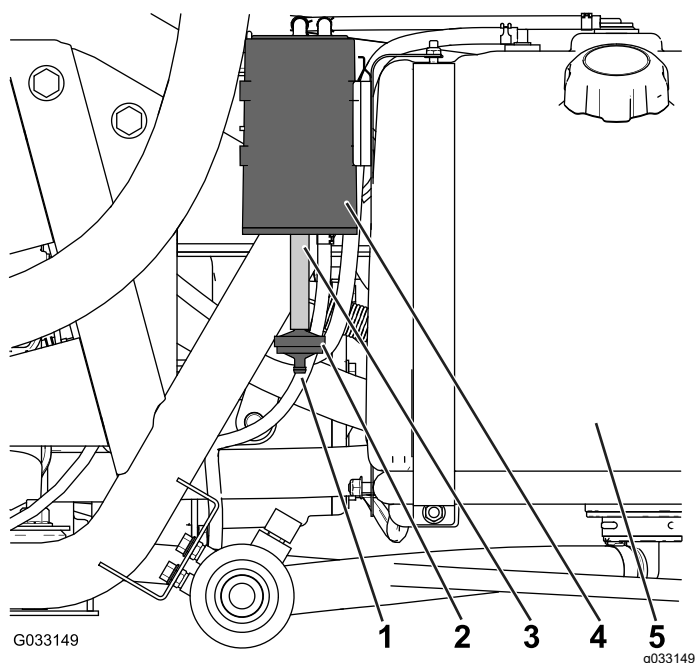

Рисунок 48
Проверьте отверстие в нижней части воздушного фильтра для бачка с активированным углем и убедитесь, что оно чистое и не перекрыто мусором или посторонними предметами (Рисунок 48).
1. Снимите штуцер типа «елочка» фильтра бачка с активированным углем со шланга в нижней части бачка с активированным углем и удалите фильтр (Рисунок 48).